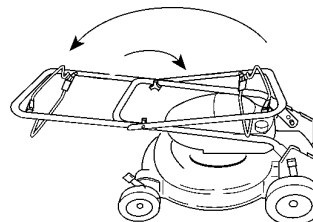

Figure 44
2. Pivoter le mancheron vers l'avant de la tondeuse (Fig. 44).
3. Desserrer les boutons de fixation du mancheron supérieur au mancheron inférieur, et replier le mancheron supérieur vers l'arrière de la tondeuse, en position de remisage (Fig. 44).